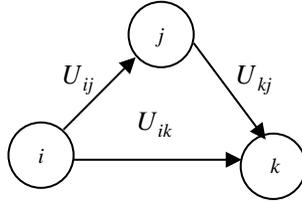

Рис. 3.12. Треугольный оператор Флойда
4) рассмотреть возможность применения треугольного оператора ко всем элементам  $U_{ij}$  матрицы  $U_0$  (рис. 3.12). Суть треугольного оператора Флойда: над элементами матрицы расстояний выполнить процедуру замены